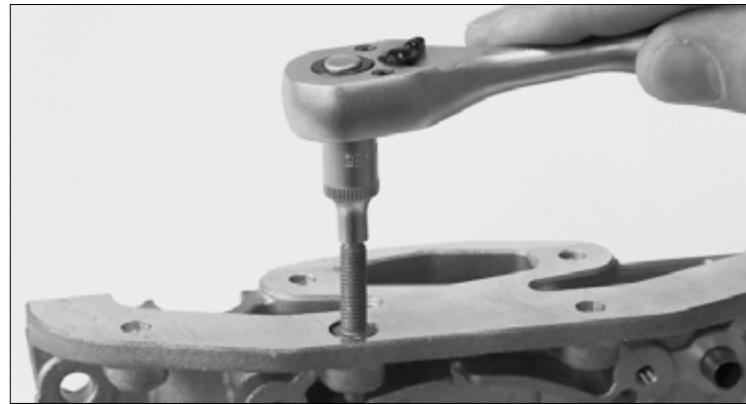

Abb. 4/Fig. 4/Рис. 4/图4
- Zum Befestigen der Ölwanne zuerst den Stehbolzen mit Bund (3) bis zum Anschlag in das Senkloch drehen (Abb. 4). Dazu einen Schraubendreher mit Torx E5 auf dem 6-Stern-Profil (4) am Ende des Stehbolzens verwenden.
- Nun erst kann die Ölwanne angebracht werden und mit den Schrauben (2) sowie den restlichen Schrauben und Muttern befestigt werden.
- Pour fixer le carter d'huile, visser d'abord le goujon à collerette (3) jusqu'à la butée dans le trou lamé (fig. 4). Pour cela, appliquer un tournevis ou une clé munie d'un embout Torx E5 sur l'empreinte hexalobulaire mâle (4) du goujon.
- Le carter d'huile peut alors être appliqué et fixé au moyen des vis (2) et bouloons restants.